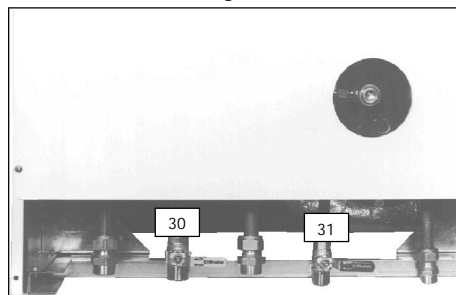

fig. 7.3
- 1 Chiudere il rubinetto entrata acqua sanitaria del bollitore (31 in fig. 7.3).